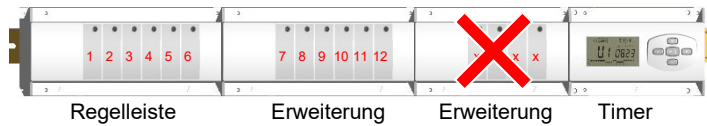

Abb.1
1. Es können maximal Funk-Regelverteiler mit Erweiterungen bis zu insgesamt 12 Zonen eingesetzt werden. Wird eine Kombination von mehr als 12 Zonen erstellt, erscheint diese Meldung (⇒Abb.1). Die Funk-Antenne ist für max. 12 Zonen ausgelegt.